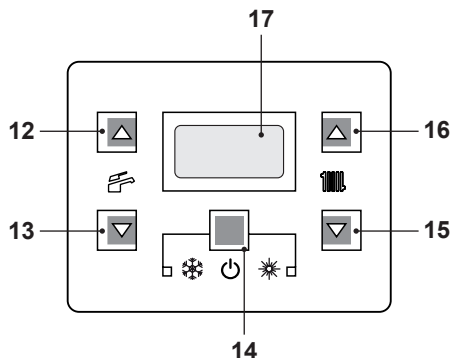
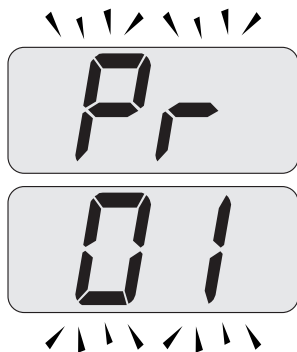
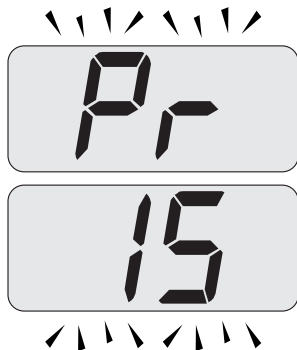

Figura 5.35
Figura 5.36
Figura 5.37
- Entrare in "modalità programmazione" premendo contemporaneamente per 10 secondi i tasti 14 - 15 - 16 (Figura 5.35) fino a far apparire sul display LCD le lettere **Pr** che si alternano con il codice **01**, indicanti l'entrata nel "parametro 01" (Figura 5.36).
- Scorrere i vari parametri utilizzando i tasti 15 o 16 fino a far apparire sul display LCD le lettere **Pr** che si alternano con il codice **15**, indicanti l'entrata nel "parametro 15" (Figura 5.37).
- Premere contemporaneamente i tasti 14 e 16 (Figura 5.35) fino a far apparire sul display LCD il valore del parametro 15 (Figura 5.38).
- Premendo il tasto 14 (Figura 5.35) si ottiene la conferma del valore inserito.
- Premendo contemporaneamente i tasti 14 e 15 (Figura 5.35) si esce senza modificare il valore (ritorno alla lista parametri Figura 5.37)
- Premendo contemporaneamente per 10 secondi i tasti 14 - 15 - 16 (Figura 5.35) si esce dalla "modalità programmazione".
Comunque se la temperatura ambiente non dovesse essere confortevole si può aumentare o diminuire la temperatura di mandata dell'impianto riscaldamento di $\pm 15^{\circ}\text{C}$ agendo sui tasti 15 (diminuzione) e 16 (aumento) (Figura 5.35).